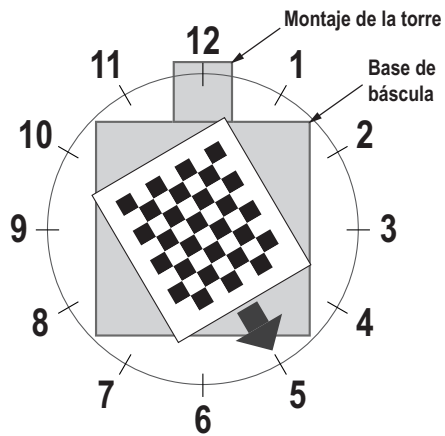

Figura 5-8. Gire a las 5 en punto
7. Alinee el objeto de calibración para que las cruces estén centradas. Gire el objeto de calibración a las 5 en punto con el conjunto de la torre a las 12 en punto (Figura 5-8).